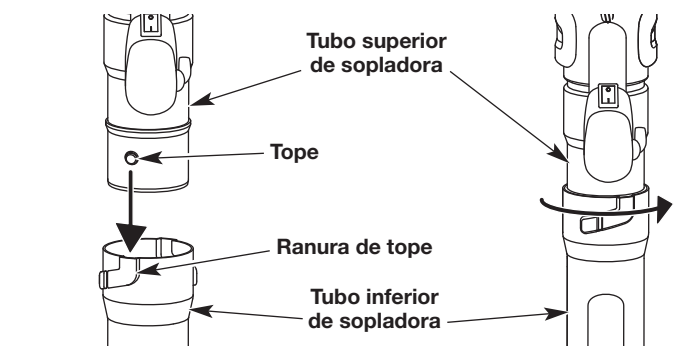

Fig. 3
1. Alinee el tope del tubo superior de la sopladora con la ranura de tope del tubo inferior (Fig. 3).
2. Inserte el tubo superior de la sopladora en el tubo inferior (Fig. 3).
3. Mientras sostiene el tubo superior, gire el tubo inferior de la sopladora en el sentido de las agujas del reloj hasta que calce en su lugar (Fig. 3).